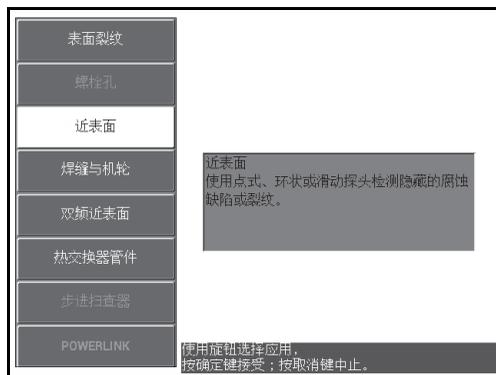

图 5-23 近表面应用
2. 按一下高级设置菜单键（），然后选择**应用选择**（功能键 A），打开应用选择菜单。使用旋钮选择**近表面**，然后按确定键（）接受（参见第 132 页的图 5-23）。